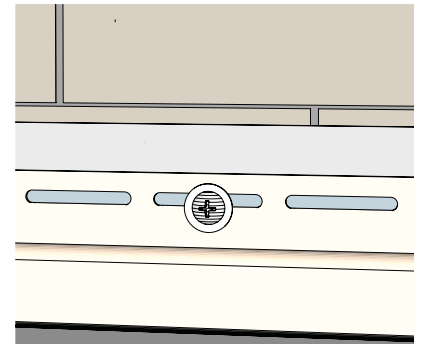

Рисунок 10
- 6.5** В горизонтально монтируемые элементы саморез должен фиксироваться в центр перфорационных отверстий (рис. 10).